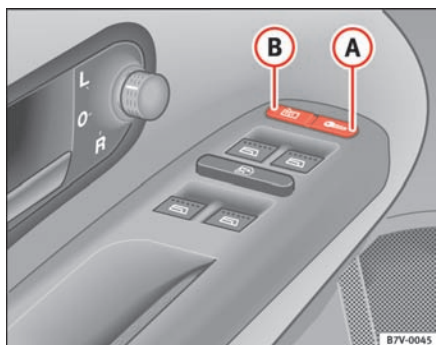

Fig. 57 Udsnit af førerdøren: centrallåskontakt
- Tryk på ⇒ side 88, fig. 57 ⇒ .